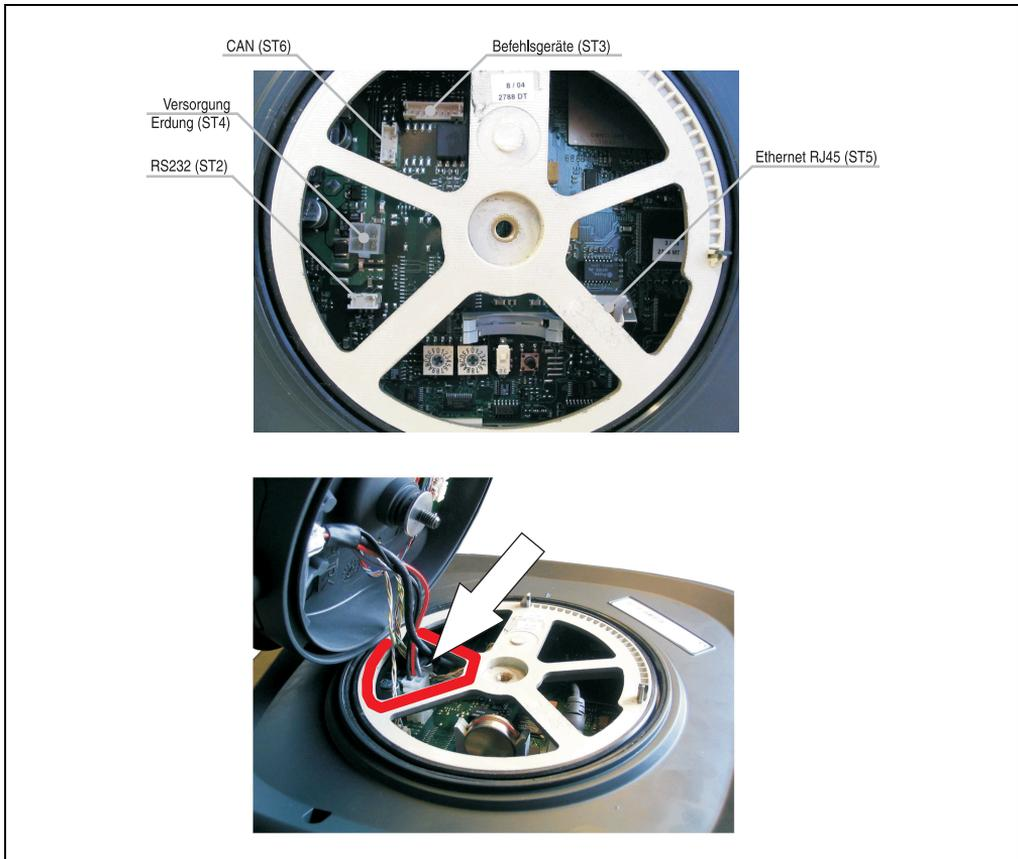

Abbildung 70: Steckeranschlüsse und Kabelführung
- 7) Anschließen des Mobile Panel Anschlusskabels an das Bedienteil (ST2, ST3, ST4, ST5, ST6). Die Belegung des Kabels siehe Abbildung 31 "Anschlusskabel 5CAMPH.0xxx-00", auf Seite 68. Die Kabel dürfen nur durch die in der Abbildung 70 "Steckeranschlüsse und Kabelführung" gekennzeichnete Gehäuseöffnung (siehe Pfeil) geführt werden.